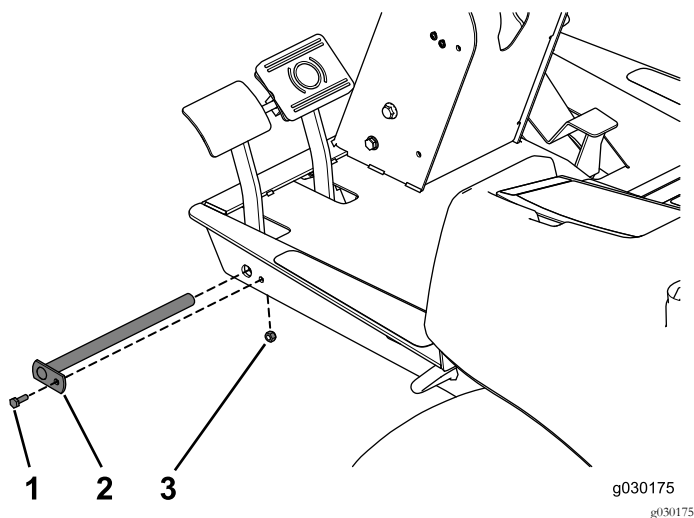

Bild 1
4. Entfernen Sie die Schraube, mit der der Bremsstift befestigt ist, der die Bremspedale hält (**Bild 1**).